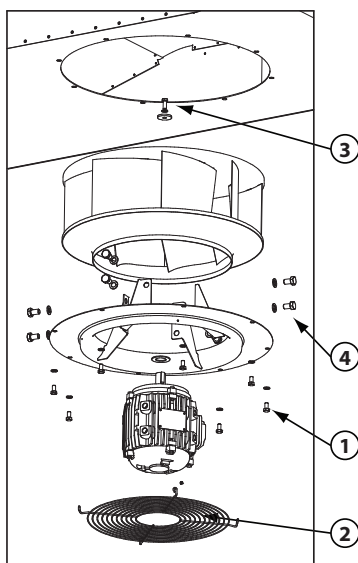

Abb. 7. Ausbau des Motors
- 5 Die Motorbaugruppe vom Ventilatorgehäuse lösen (acht M8x16) (1, Abb. 7) und herunternehmen. Die Baugruppe kann nur von zwei Personen sicher heruntergehoben werden. Achten Sie darauf, dass das Motorkabel komplett aus dem Ventilatorgehäuse herauskommt.
- 6 Kabelschutzgitter entfernen (vier selbstschneidende 4,2x6,5 Schrauben) (2, Abb. 7).
- 7 Das Laufrad durch Entfernen der Motorachsschraube entfernen (3, Abb. 7).
- 8 Den Motor von der Ansaugdüse entfernen. Angebracht mit acht 12x20 Schrauben (4, Abb. 7).
- 2 Den Motor mit acht 12x20 Schrauben an der Ansaugdüse befestigen (4, Abb. 7).
- 4 Das Kabelschutzgitter mit vier selbstschneidenden 4,2x6,5 Schrauben befestigen (2, Abb. 7).
- 5 Motorbaugruppe abstützen und in das Ventilatorgehäuse hineinheben. Achten Sie darauf, das Motorkabel wieder auf demselben Weg wie bei beim Einbau der Motorgruppe im Werk zu verlegen. Die Baugruppe wird mit acht M8x16 Schrauben (1, Abb. 7) befestigt.